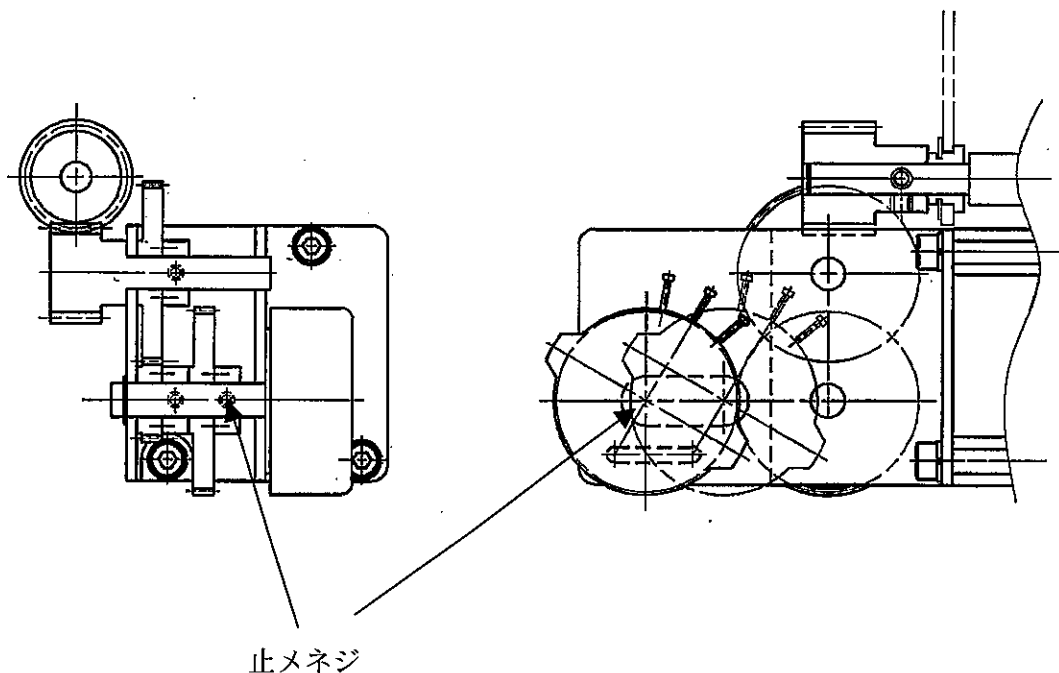

図 20
- ① 手動ハンドルにて、弁を全閉位置とします。
- ② 図20の→印の止メネジをゆるめ、ポテンショメータのシャフトを回転させ、5～10Ωの範囲となるように設定します。
- ③ 止メネジを回して固定します。
- ④ 手動ハンドルによって弁を全開位置まで駆動し、全開位置での指示抵抗値を確認します。